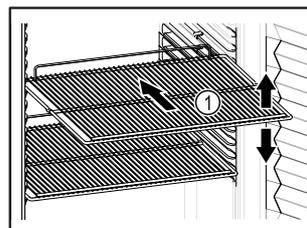

Fig. 39 Beispielhafte Darstellung
- Wenn Abstellroste *Fig. 39 (1)* versetzbar sind, je nach Höhe anpassen.